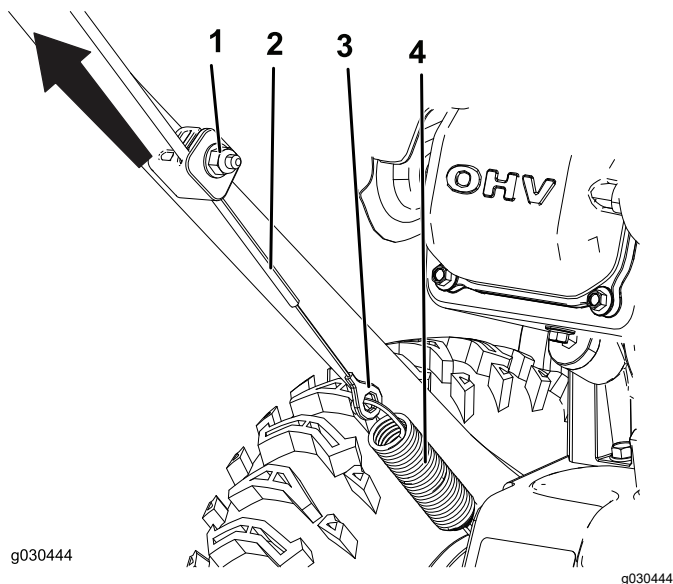

Figure 24
1. Desserrez l'écrou sur le collier inférieur du câble, mais ne le retirez pas (Figure 24).
2. Tirez sur le câble pour le tendre légèrement (Figure 24).
3. Maintenez le câble en place et serrez l'écrou (Figure 24).